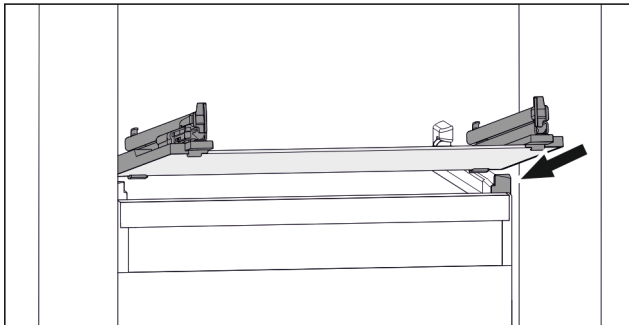

Fig. 107 Примерно изображение на стъклената плоча
- ▶ Поставете стъклената плоча под ъгъл зад ограничителите. (виж Fig. 107)